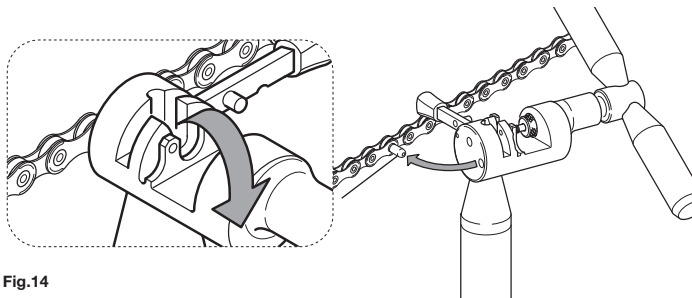

Fig.14
- Insérez la portion de guidage qui dépasse dans le trou prévu à cet effet à la base de l'outil, puis cassez-la avec une flexion (**Fig. 14**).